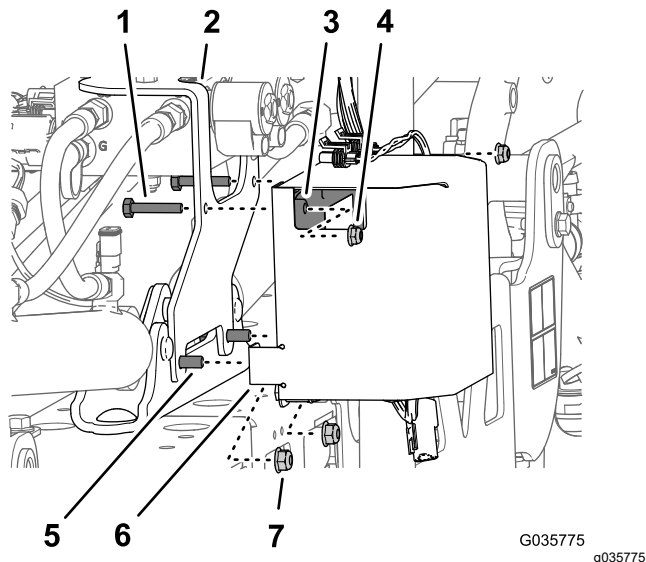

图 30
3. 从油缸安装座上拆下固定超声波喷洒臂修整套件安装支架的 2 个凸缘锁紧螺母 5/16 英寸图 30。
4. 将控制器盖图 30 组装到盖子下前孔的凸缘头螺栓 5/16 x 1 英寸上用您在 3 中拆下的 2 个凸缘锁紧螺母 5/16 英寸松散固定盖子、支架和安装座。
5. 用 2 个凸缘锁紧螺母 1/4 英寸组装 2 个螺栓 1/4 x 1 3/8 英寸穿过安装支架超声波喷洒臂修整套件中的上孔、后法兰控制器盖和控制器图 30。